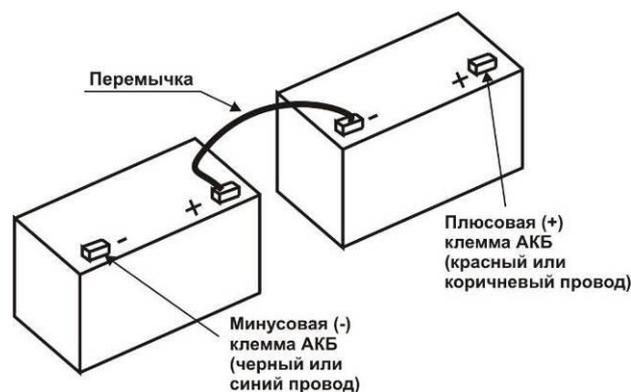

Рис.5 Соединение двух 12В АКБ.
- 2) Установите входящую в комплект поставки перемычку как показано на Рис.5.